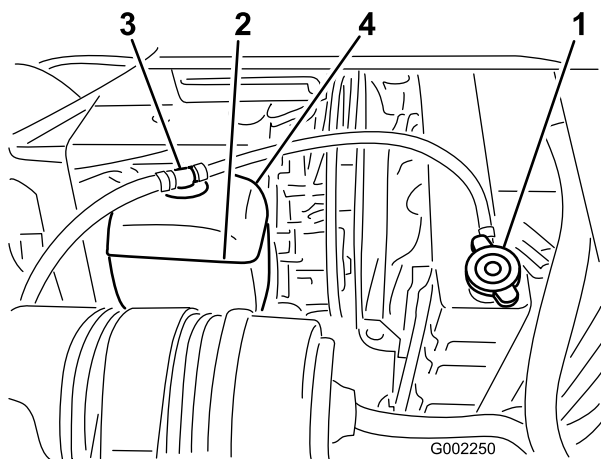

Figura 51
3. Togliete attentamente il tappo del radiatore e il tappo del vaso di espansione (Figura 51).